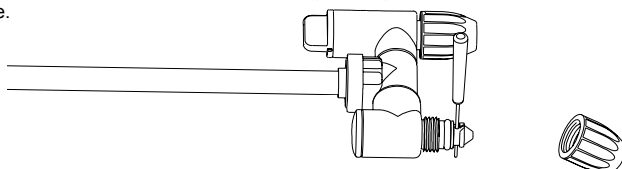

Figura 15
- Empuje un alambre pequeño por los agujeros expuestos para destapar la varilla rociadora. A continuación enjuague con agua limpia. Consulte la figura 15.